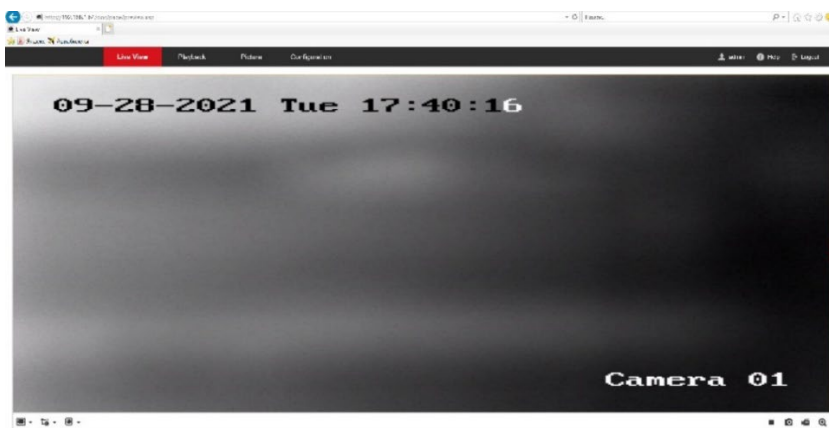

Рисунок 12 – Вывод изображения с тепловизора
- 6) Удостоверится в том, что на экран выводится изображение с тепловизора (Рисунок 12)